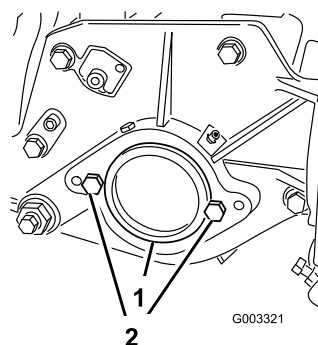

Figure 17
2. A l'extrémité droite du plateau de coupe, retirez l'obturateur en plastique du logement de roulements (Figure 17).
3. Enlevez les 2 vis de la plaque latérale droite (Figure 17).
1. Obturateur en plastique 2. Vis (2)
5. Placez les 2 vis de fixation du moteur de cylindre sur la plaque latérale gauche du plateau de coupe sans les serrer (Figure 17).